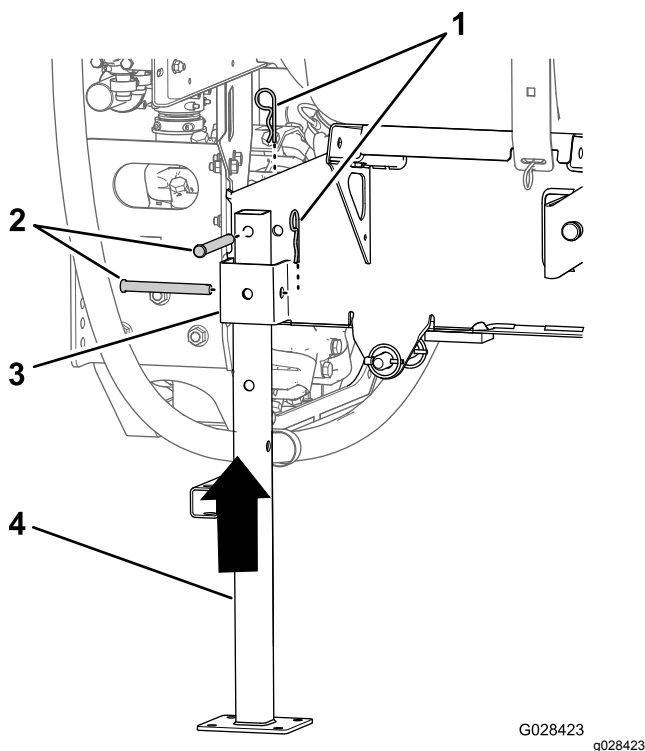

Figura 134
5. Alinhe o macaco traseiro com o recetor do macaco traseiro (Figura 134).
6. Alinhe o furo na parte superior do macaco com o furo na estrutura do patim do depósito (Figura 134).
7. Prenda o macaco ao recetor e estrutura com dois passadores de forquilha (1/2 pol. x 4 1/2 pol.) e dois pernos de gancho (5/32 pol. x 2 5/8 pol.) como se mostra na Figura 134.